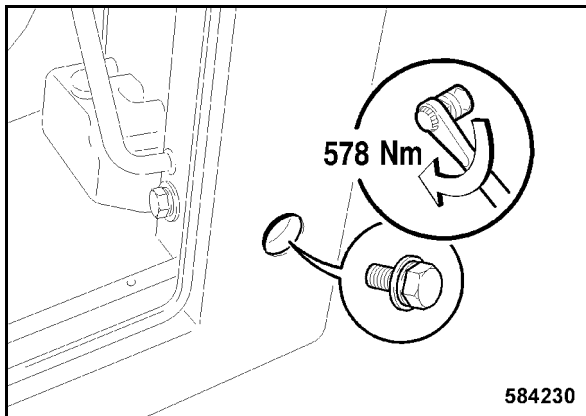

Fig. 211
- El tornillo de fijación trasero, lateral de la izquierda hay que apretar con 578 Nm (Fig. 211).